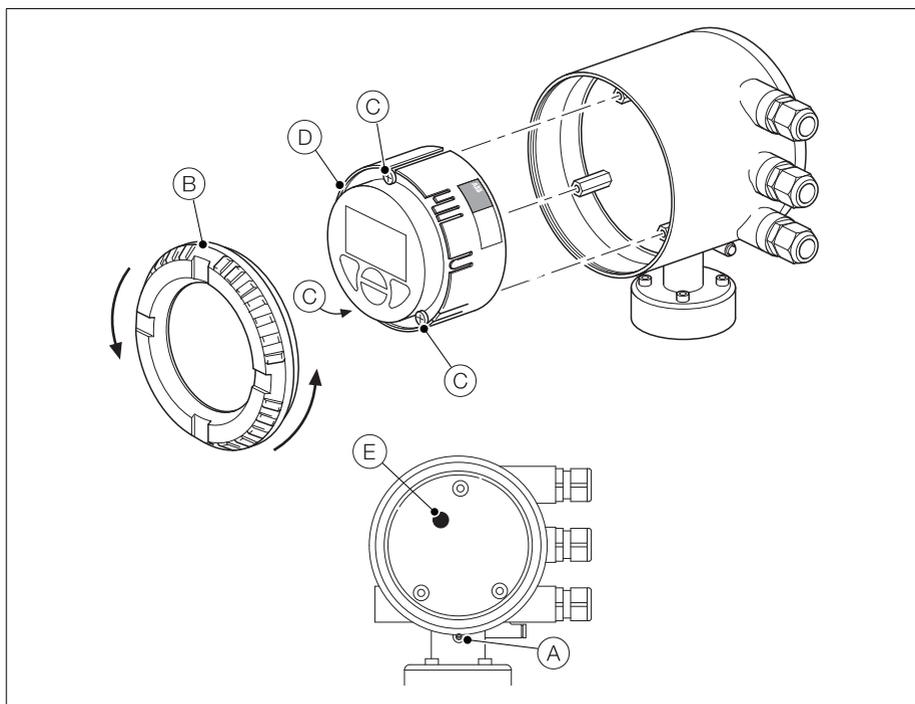

Fig. 4.14 Trasmettitore integrale – Sostituzione del fusibile interno
2. Fare riferimento alla Fig. 4.14, avvitare la vite di fissaggio (A).
3. Svitare e rimuovere il coperchio (B).
4. Allentare le tre viti della cartuccia (C) e sollevare e allontanare la cartuccia (D) dall'alloggiamento.